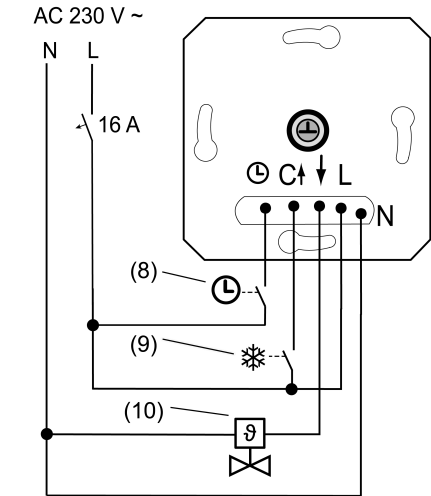
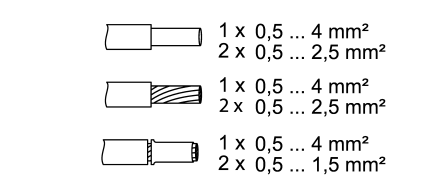

Bild 2: Anschlussbeispiel des Einsatzes
Bild 3: Klemmbarer Leiterquerschnitt
- Elektrothermischen Stellantrieb (10) an Einsatz (1) gemäß Anschlussplan (Bild 2) anschließen. Leiterquerschnitte beachten (Bild 3).
- Optional den Eingang ECO-Betrieb Ø über einen Schaltkontakt einer Zentraluhr (8) beschalten. Liegen 230 V am Eingang an, wird die eingestellte Solltemperatur, ausschließlich im Heizbetrieb, um 4 °C reduziert.
- Optional den Eingang Kühlen **C** über einen Schaltkontakt der Heizungsanlage (9) beschalten. Liegen 230 V am Eingang C an, ist der Kühlbetrieb aktiv. Werden die 230 V abgeschaltet, schaltet das Gerät automatisch in den Heizbetrieb. Nach jedem Umschalten leuchtet die LED für 10 Sekunden in der Farbe der aktuellen Betriebsart.